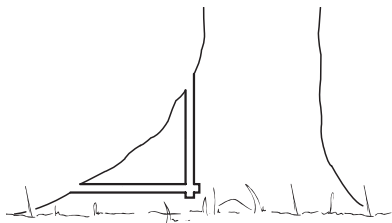

Рис. 20. Очистка ствола
- 4.2. Подпилите большие прикорневые наплывы: первым должен подпиливаться наибольший корневой наплыв — сначала вертикально, затем горизонтально — только у здорового дерева (Рис. 20).